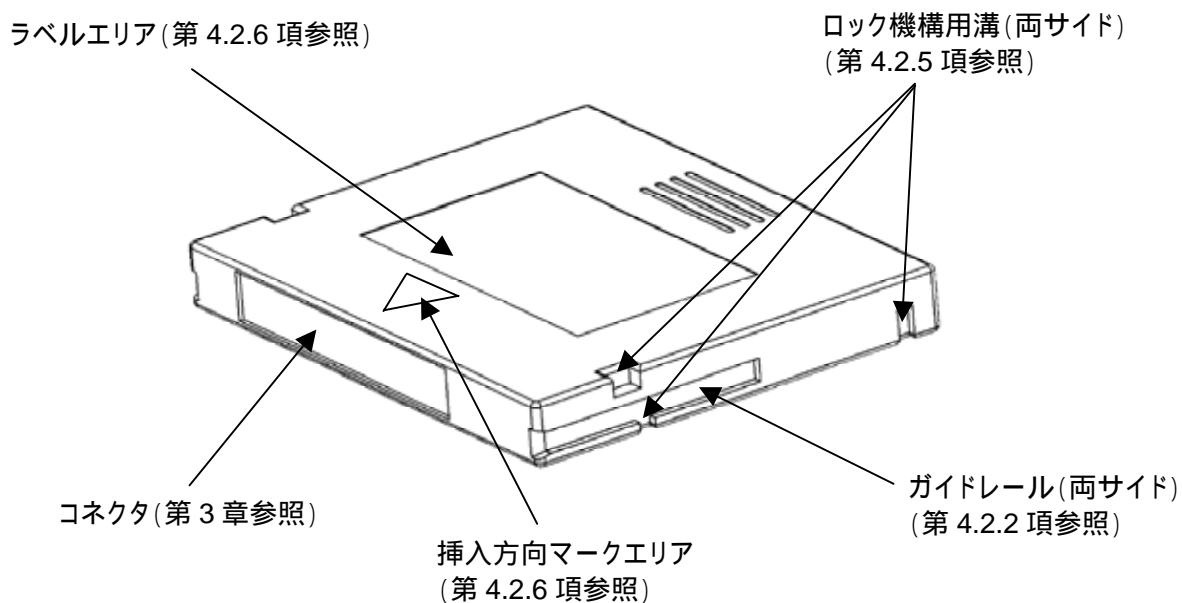

図 2.2 1.8 型 Serial タイプ iVDR ドライブ外観図
1.8 型 Serial タイプ iVDR ドライブの外観を図 2.2 に示す。